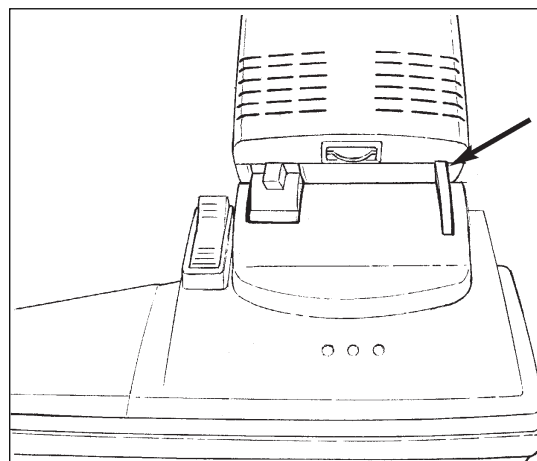

Figure 3
- c. Abaissez complètement le boîtier de collecteur de poussière sur le boîtier de brosse jusqu'à ce que les ergots se mettent en place et se verrouillent.(voir figure 3).